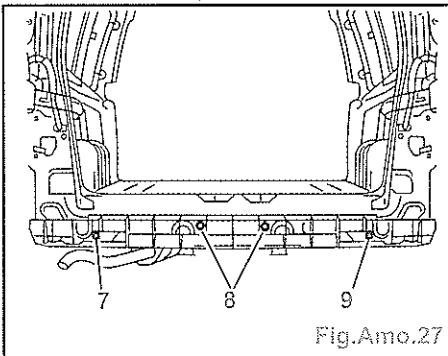

Fig.Amo.27
- les vis (2).
- Dégrafer les agrafes (6).
- Déposer (Fig.Amo.27) :